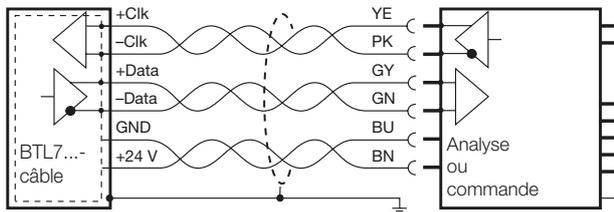

Fig. 4-10: Exemple de raccordement pour BTL7-S...-câble 24 V CC avec analyse / commande
**i** Les Clk, Data et alimentation sont câblés par paire (voir figure 4-10).